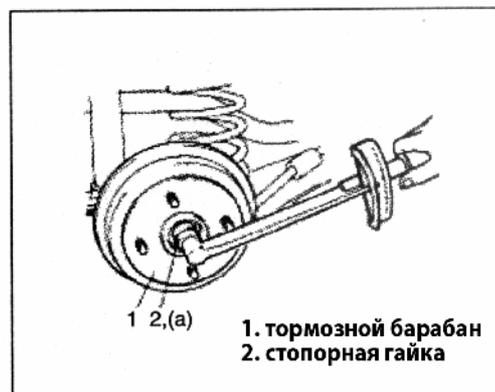

Рис. 667
- 3) Установите шайбу и стопорную гайку (Рис. 667).